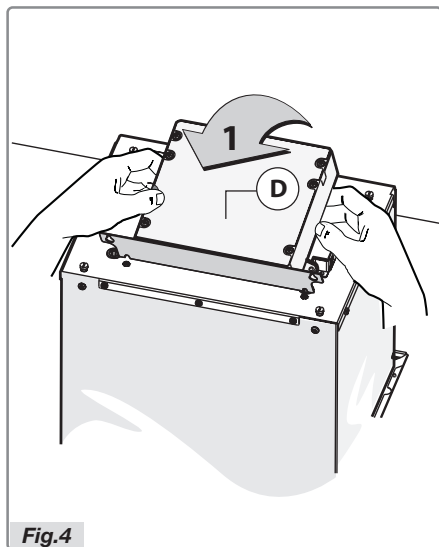

Fig.4
- Avant d'installer la hotte, placez l'unité électrique verticalement (Fig.4).